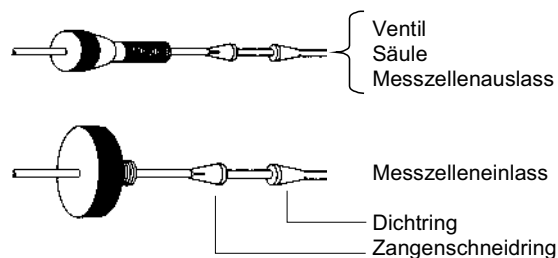

Abb. 6
2. Führen Sie die Verschraubung, den Zangenschneidring und den Dichtring auf die Kapillare. Achten Sie auf Reihenfolge und Ausrichtung der Fittings, siehe Abb. 6 „DYNASEAL Kapillarverbindungen“.